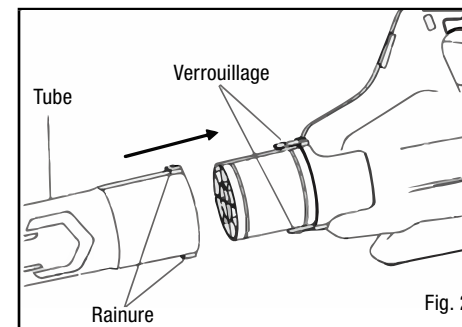

Fig. 2
1. Alignez l'une des rainures du tube avec les languettes sur le boîtier du souffleur. Poussez le tube sur le boîtier du souffleur jusqu'à ce que la languette s'engage dans les rainures.(Fig. 2).